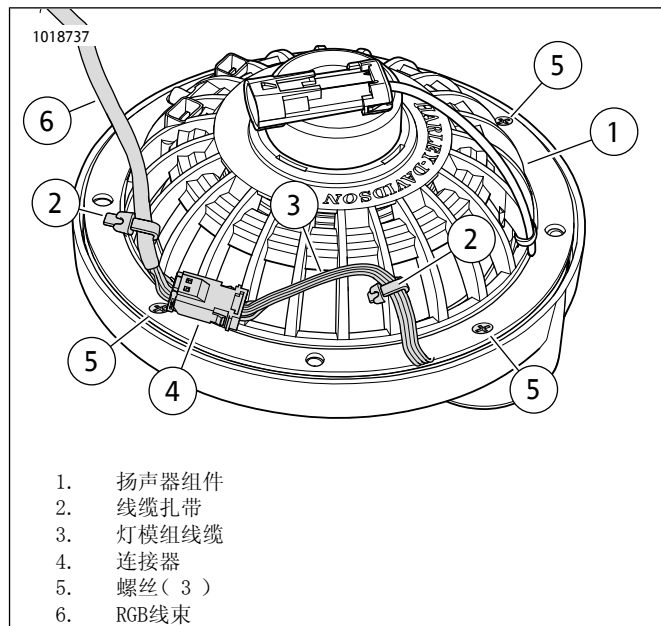

图27. 扬声器背面：线缆和线缆扎带
- a. 参见图 27。将灯模组(3)的连接器(4)插入RGB线束(6)。